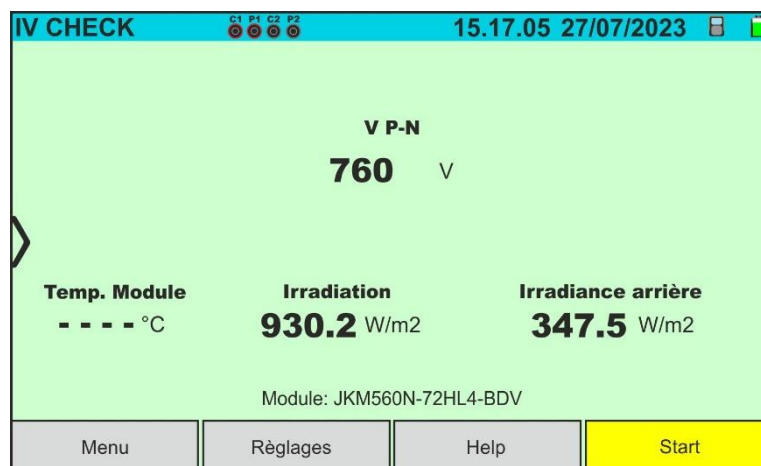

Fig. 65: Écran initial test IVCK sans unité distante sur modules Biface
5. Dans le cas de modules **Biface**, l'écran de la Fig. 65 est présent à l'écran. Les paramètres suivants sont affichés :